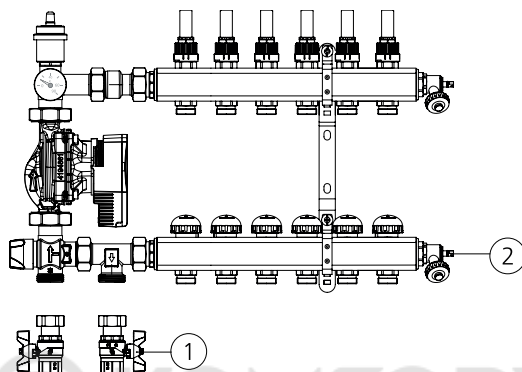

Рис. 3
2. Закрыть шаровые краны (рис. 3 поз. 1), и все запорные клапаны (или расходомеры) коллекторной группы.
3. Слить теплоноситель через нижний коллектор с помощью сливного клапана (рис. 3 поз. 2).